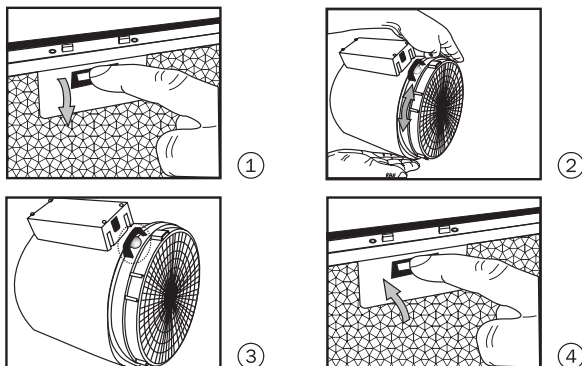

Рис. 6
- установить в вытяжку угольные фильтры – 2 шт. При установке угольные фильтры накручивать против часовой стрелки. (Рис. 6).